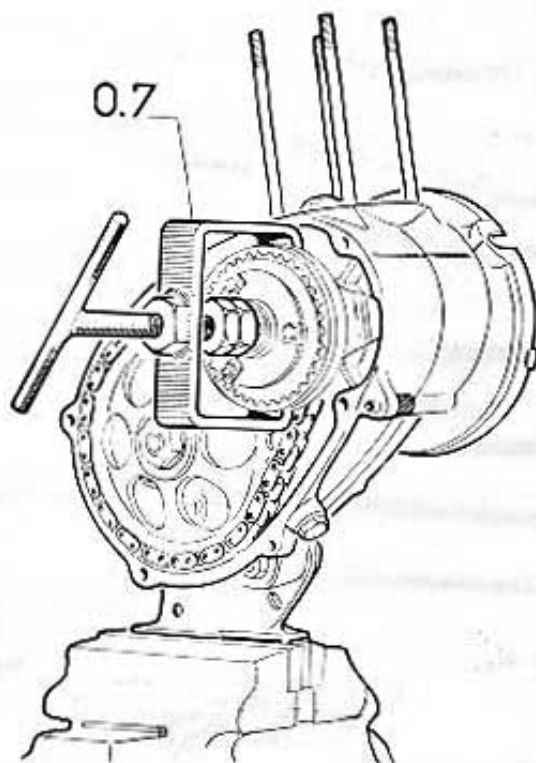

Fig. 34
- Sur le support d'embrayage, placer le ressort, le plateau, comprimer l'ensemble à l'aide de la presse 0.7 (fig. 34).